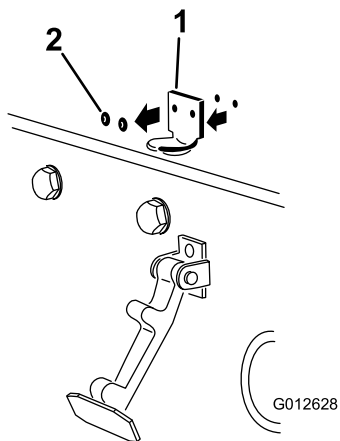

图 8
2. 卸下将机罩门锁支架固定至机罩的 2 个铆钉 (图 8)。